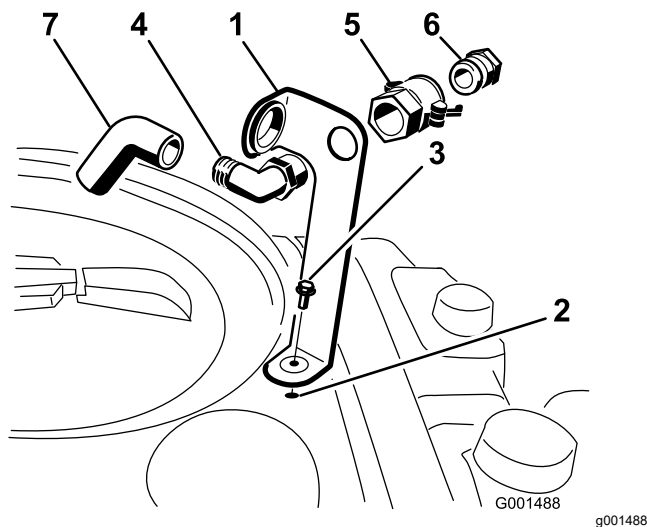

Figura 3
fissatela con un bullone a testa flangiata (5/16" x 3/4"), come illustrato nella Figura 3.
2. Inserite l'estremità filettata del raccordo a 90° nella staffa ed infilatevi il giunto ad accoppiamento rapido, fissandolo alla staffa (Figura 3).
3. Montate l'adattatore del flessibile nel giunto ad accoppiamento rapido (Figura 3).
4. Bloccate l'adattatore spostando le leve verso di esso, e fissatele con le coppiglie (Figura 3).
5. Installate il flessibile di non ritorno nell'apertura larga della staffa e infilatelo nell'estremità filettata del raccordo a 90° (Figura 3).